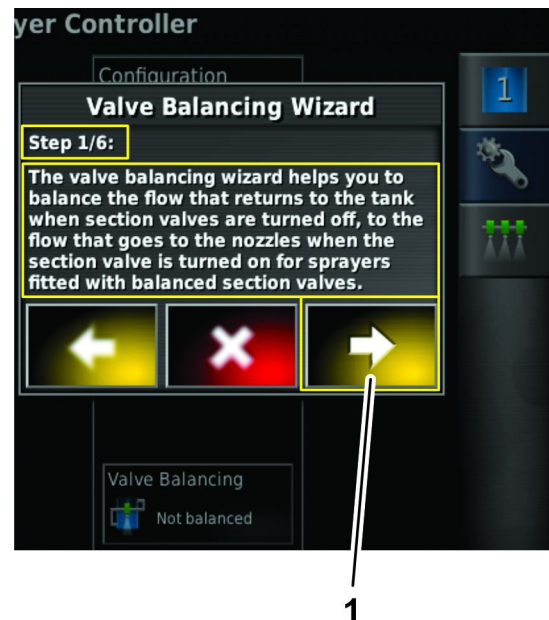

Рисунок 134
- На этапе 1 мастера балансировки клапанов прочтите описание мастера и нажмите на стрелку «далее» (Рисунок 134).